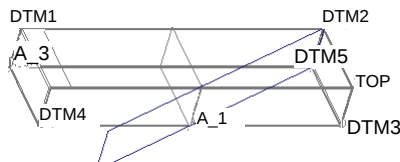

图 10.5.15 创建 DTM5
Step10. 创建图 10.5.15 所示的基准平面 DTM5。单击 **模型** 功能选项卡 **基准** 区域中的“平面”按钮 ，按住 Ctrl 键，选取基准轴 A_1 和基准轴 A_2，单击对话框中的 **确定** 按钮。